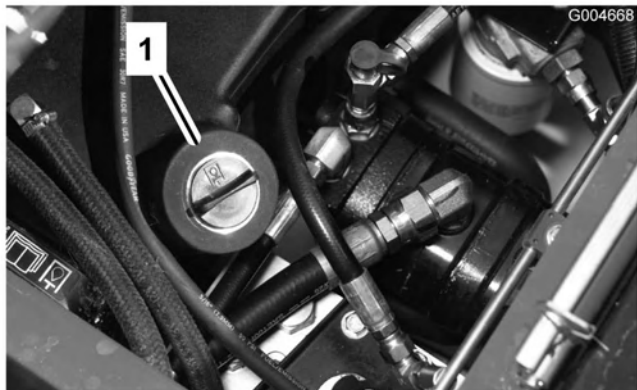

Bild 9
3. Reinigen Sie den Bereich um den Einfüllstutzen und den Deckel des Hydrauliköltankers (Bild 9). Drehen Sie den Deckel vom Einfüllstutzen ab.